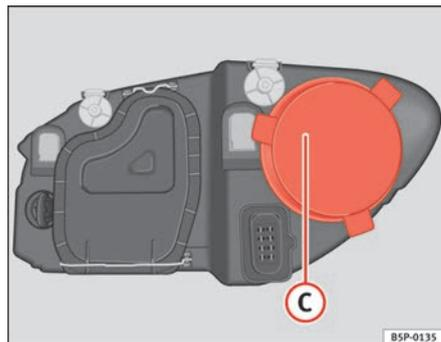

Fig. 166 Feux de route
- Retirez le cache ⇒ fig. 166 ③ en tirant dessus.